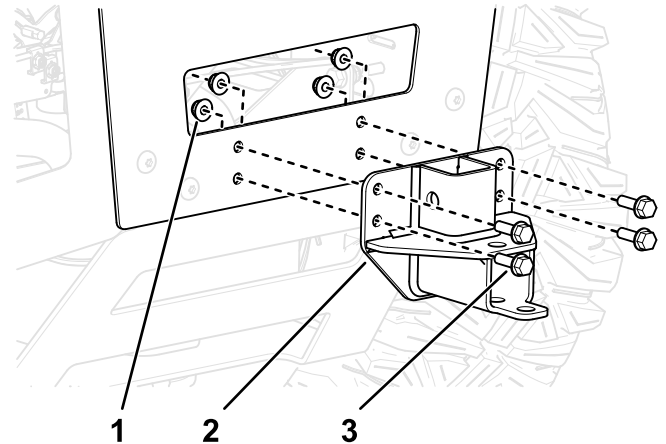

Figuur 6
2. Verwijder de 2 bouten, de 2 moeren en de trekhaakbeugel die reeds aanwezig zijn van de onderkant van de beschermkap (Figuur 6).